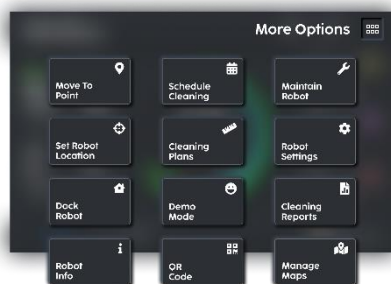

Fig. 1
1. Toegang tot de plattegrond van de faciliteit door te klikken op de optie 'Plattegrond' op de HOME (UITBREIDING MENU) pagina (Fig.1).